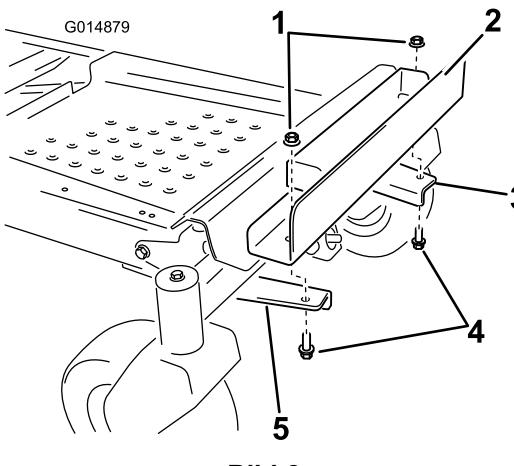

Bild 8
- Fluchten Sie für die Montage der Ballasthalterung an den Befestigungshalterungen die äußeren Löcher in der Halterung mit den vorher montierten Befestigungshalterungen aus (Bild 8).
- Befestigen Sie die Ballasthalterung mit zwei Schrauben ($\frac{3}{8}$ " x 1") und zwei Sicherungsmuttern ($\frac{3}{8}$ ") (Bild 8).